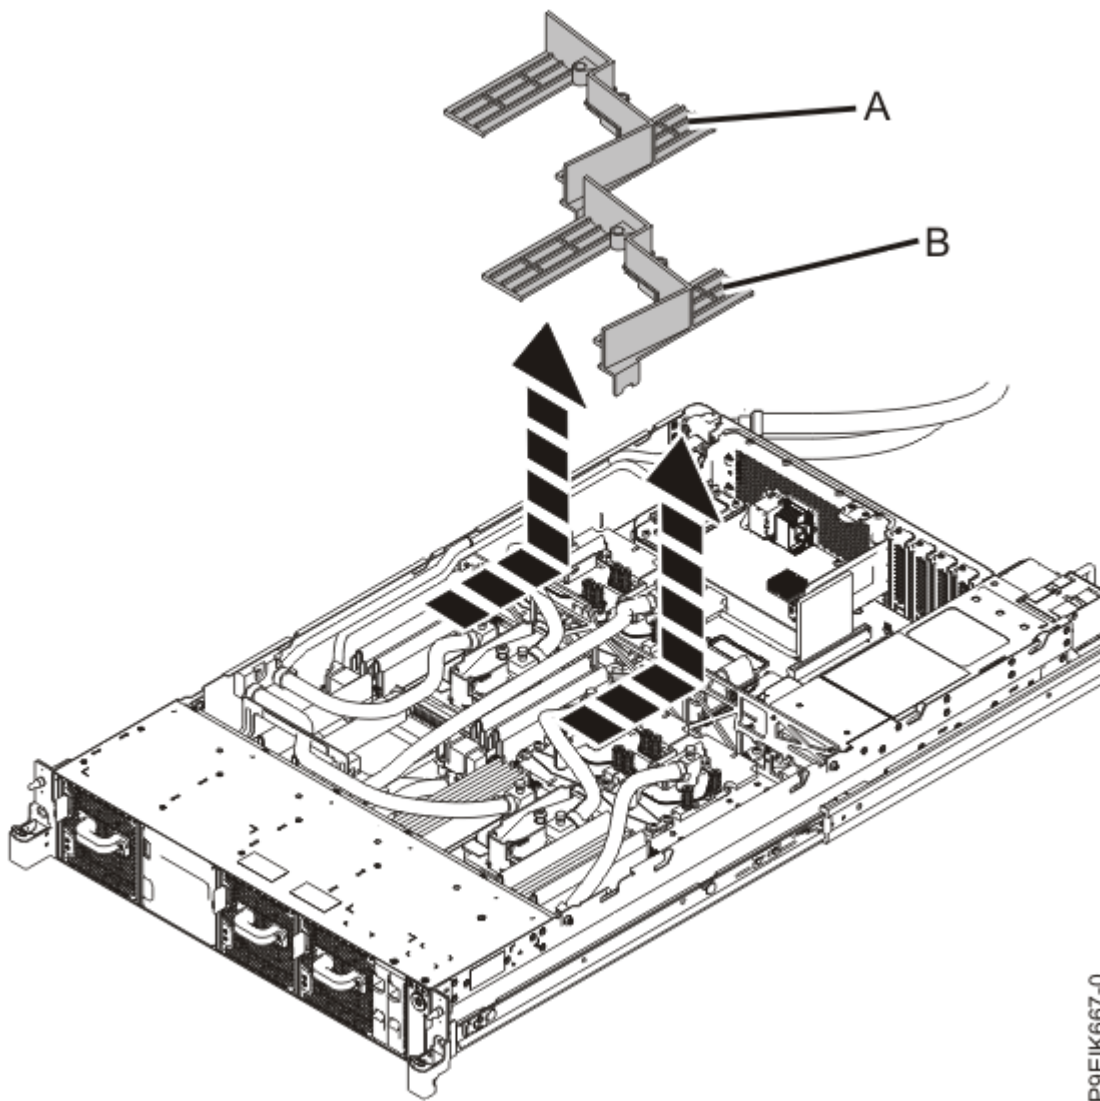

Figure 7. Retrait des grilles d'aération de la mémoire
2. Retirez les grilles d'aération **(A)** et **(B)** comme illustré à la Figure 7, à la page 13.